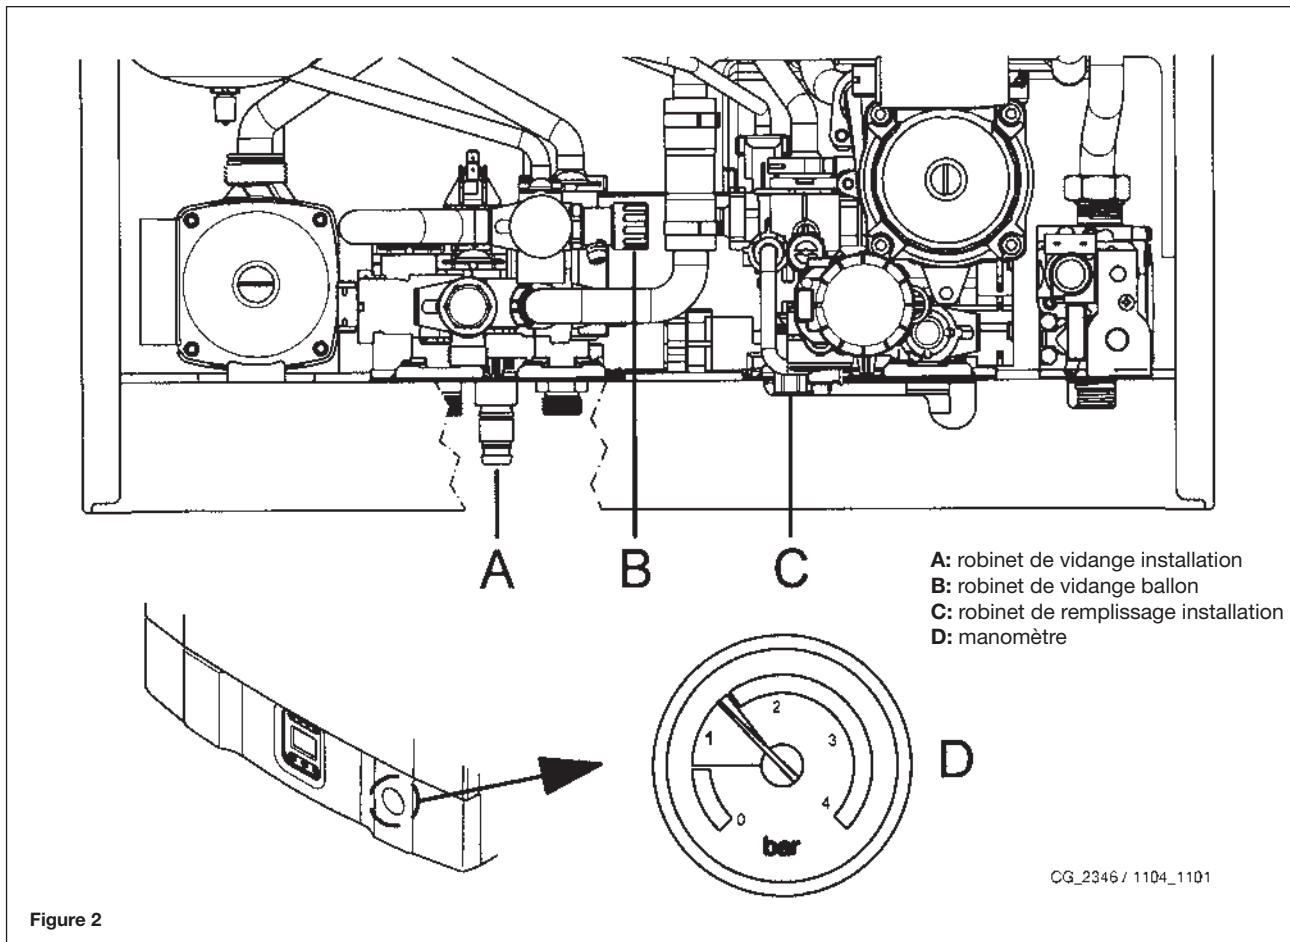

Figure 2
**IMPORTANT:** vérifier régulièrement que lorsque le circuit est froid la pression affichée par le manomètre (figure 2) est dans la fourchette 0,7 - 1,5 bar. En cas de surpression, ouvrir le robinet de vidange de la chaudière (figure 2). Si la pression est inférieure, ouvrir le robinet de remplissage de la chaudière (figure 2).